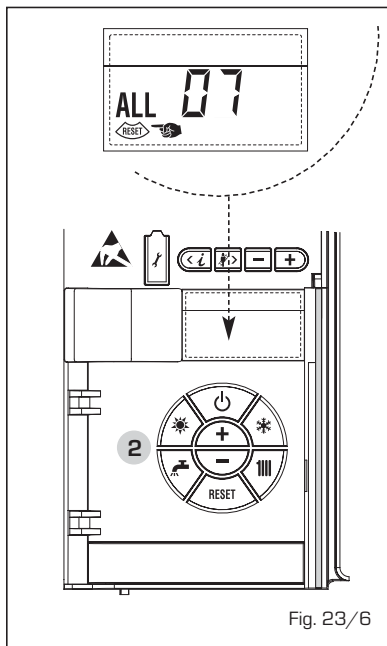

Fig. 23/6
- **PARASITE FLAME ANOMALY ALARM 08** (fig. 23/7)